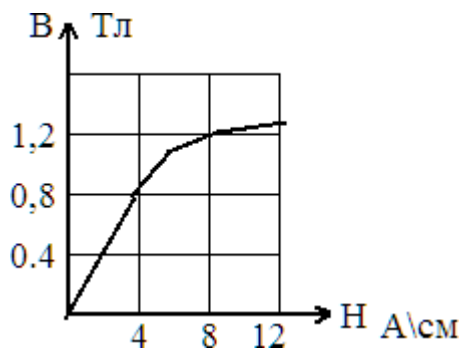

Рис.10
87. Определить ток в катушке (Рис.10), при котором магнитная индукция в ферромагнитном сердечнике составит $B = 1,2$ Тл, $l = 5$ см, $N = 200$ витков.